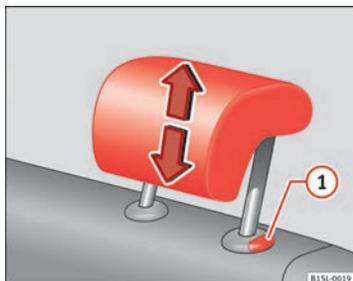

Abb. 31 Kopfstütze hinten einstellen.
- Kopfstütze in Pfeilrichtung nach oben oder bei gedrückter Taste → Abb. 31 ① nach unten schieben → ⚠.
- Kopfstütze ganz nach oben schieben ⇒ Abb. 31.